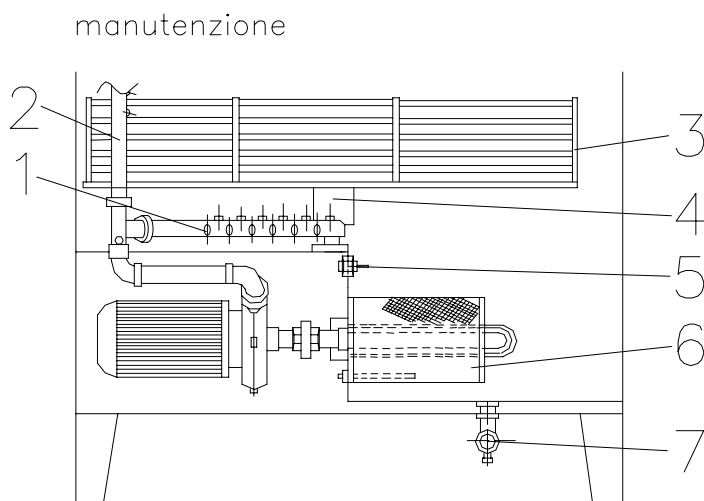

Fig. 15
- Compruebe el estado de limpieza de la máquina, de las boquillas (Fig.15 / 1) y del filtro cilíndrico (Fig. 15 / 6). Limpie el filtro y las boquillas cada vez que sea necesario.
- Limpie de posibles incrustaciones la sonda de nivel, si tiene esta opción (Fig.15 / 5).
- Cambie el agua del depósito. Para vaciarlo, abra el grifo de descarga (Fig.15/7) situado bajo el mismo.
- quite los filtros (**Fig.15/6**) y límpielos con un chorro de agua.